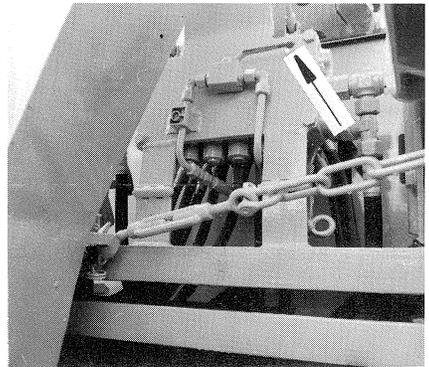

Bild 20
- Kugelblockhahn (Bild 20/ Pfeil) öffnen,